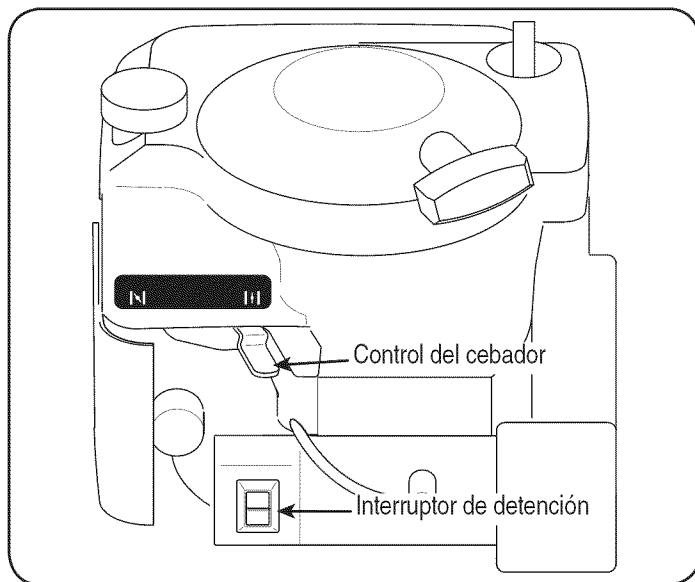

Figura 10
3. Empuje el interruptor de detención a la posición Encendido. Vea la Figura 10.
4. Mueva la palanca del cebador a la posición CHOKE . (Si el motor está tibio puede no ser necesario cebarlo). Vea la Figura 10.
1. Empuje el interruptor de detención a la posición Apagado. Vea la Figura 10.